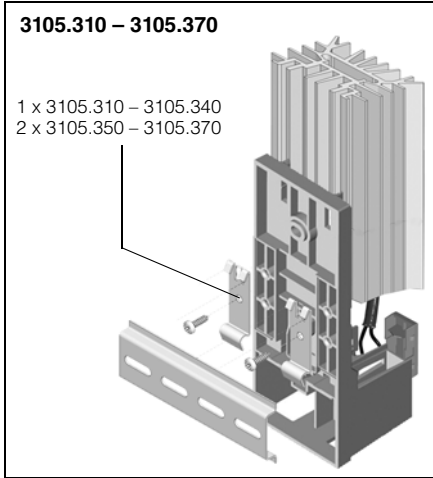

Fig. 2: Fixation par encliquetage sur rail porteur de 35 mm DIN EN 50 022
1	Matériel de fixation (voir fig. 2)
1. Fixation par encliquetage sur un rail porteur de 35 mm DIN EN 50 022 (fig. 2).